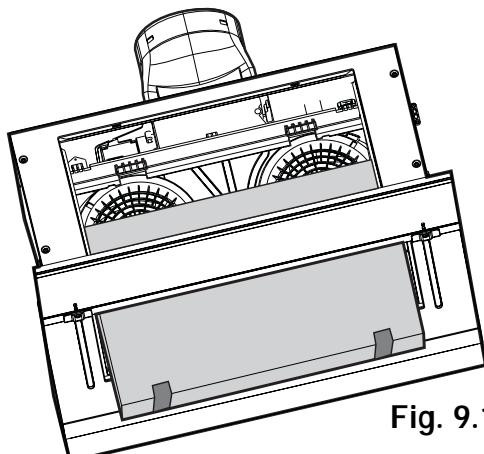
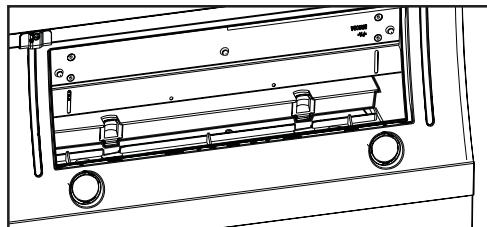

Fig. 9.1
Fig. 9.2
3. Inserire il filtro al carbone nei ganci superiori **T** (**Fig. 9.1**) e fissare definitivamente per mezzo dei ganci inferiori **S** (**Fig. 9.2**).